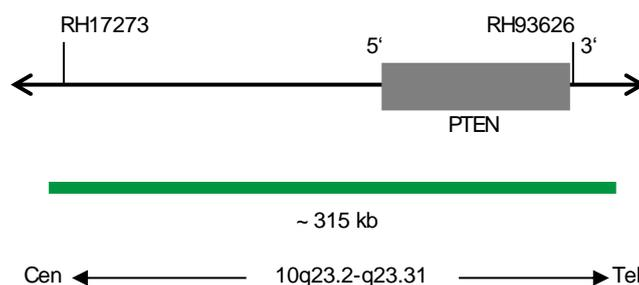

Fig. 1: SPEC PTEN Mapa da sonda (sem escala)
- Polinucleótidos (~10.0 ng/μl) com marcação ZyGreen (excitação 503 nm/emissão 528 nm), dirigidos ao mapeamento de sequências alvo em 10q23.2-q23.31* (chr10:89,440,649-89,755,790) contendo o gene PTEN (ver Fig. 1).